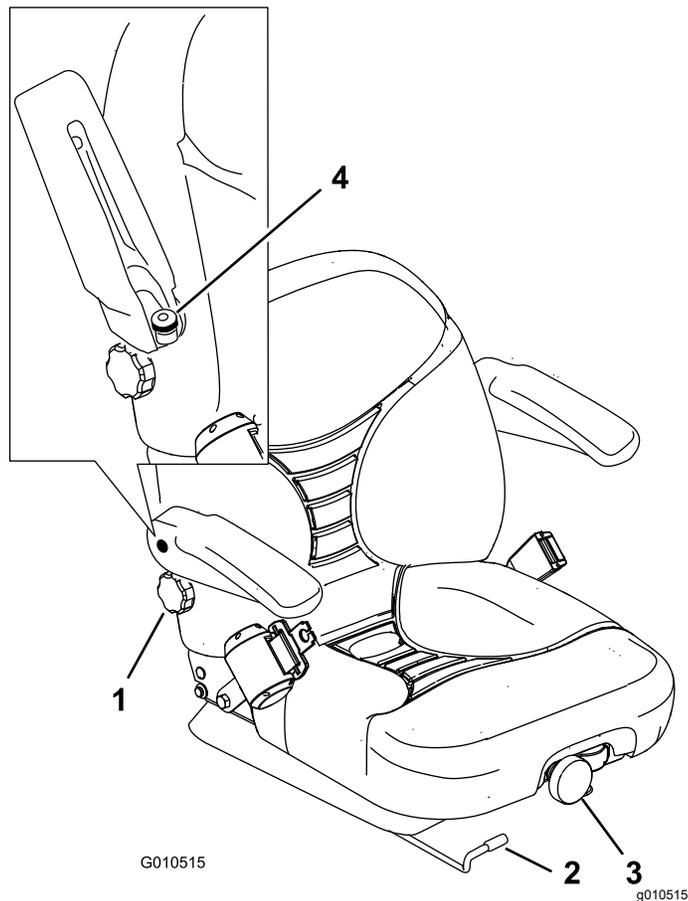

Рисунок 33
1. Переместите рычаг в сторону, чтобы разблокировать сиденье (Рисунок 33).
Чтобы отрегулировать сиденье, поворачивайте переднюю ручку в любом направлении, пока не достигнете максимально удобного положения (Рисунок 33).
Чтобы отрегулировать спинку сиденья, поворачивайте ручку под правым подлокотником в любом направлении, пока не достигнете максимально удобного положения (Рисунок 33).
Поднимите подлокотник и поворачивайте ручку в любом направлении, пока не достигнете максимально удобного положения (Рисунок 33).